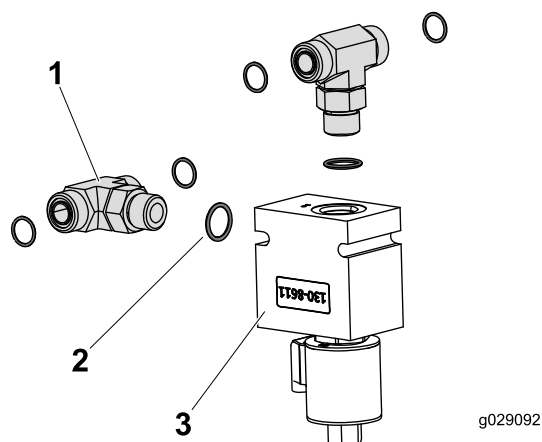

Figura 15
2. Instale los 2 acoplamientos en T y las juntas tóricas en el distribuidor, como se muestra en Figura 15.